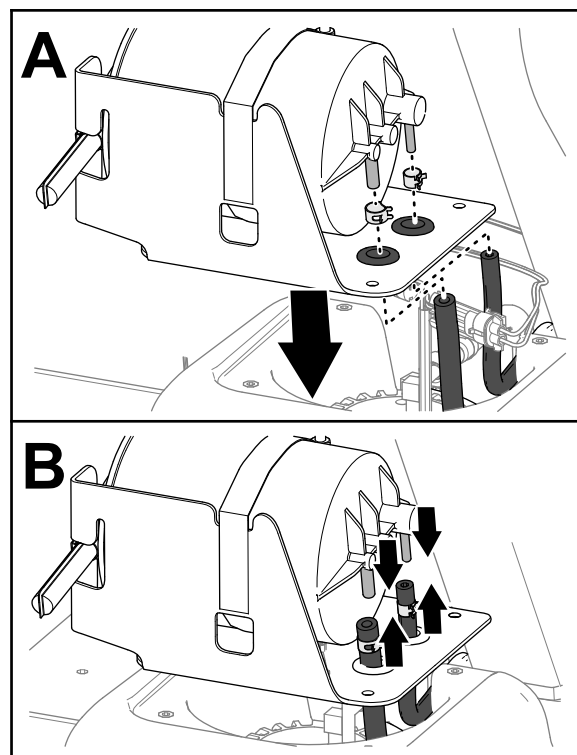

Рисунок 90
1. Проложите шланги топливного бака через уплотнительные втулки кронштейна бачка с активированным углем (Рисунок 90).
2. Наденьте шланговые хомуты на шланги (Рисунок 90).
3. Подсоедините шланги к штуцерам бачка с активированным углем (Рисунок 90).